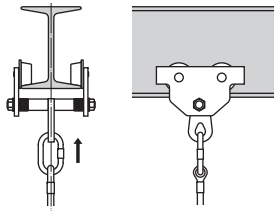

Рис.6
- 4. Присоедините к устройству соединительно-амортизирующую подсистему с помощью карабина (рис. 6).